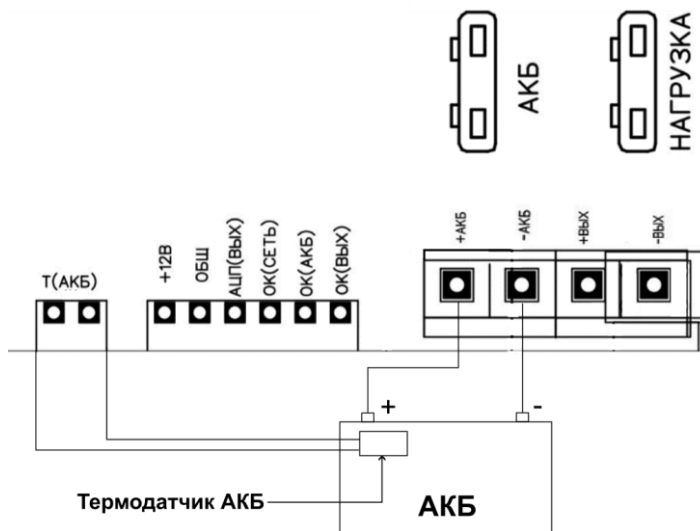

Рисунок 5 – Подключение АКБ и термодатчика
БЕЗ УСТАНОВКИ ТЕРМОДАТЧИКА ЗАРЯД БАТАРЕИ ОСУЩЕСТВЛЯЕТСЯ БЕЗ ТЕРМОКОМПЕНСАЦИИ, ПРИ ЭТОМ НАПРЯЖЕНИЕ ЗАРЯДА АКБ БУДЕТ СООТВЕТСТВОВАТЬ ЗНАЧЕНИЯМ, УСТАНОВЛЕННЫМ ДЛЯ ТЕМПЕРАТУРЫ ОКРУЖАЮЩЕЙ СРЕДЫ +25 °С (СМ. РИСУНОК 5)
- При необходимости термокомпенсации напряжения заряда АКБ подключить термодатчик к контактам колодки «Термодатчик АКБ» (см. рисунок 5). Чувствительный элемент термодатчика закрепить на корпусе АКБ в непосредственной близости от клеммы «+» с помощью липкой ленты. Для корректной работы термодатчика необходимо обеспечить плотное прилегание чувствительного элемента датчика к поверхности корпуса батареи
- Подключить, **соблюдая полярность**, АКБ номинальным напряжением 12 В к изделию (см. рисунок 5):